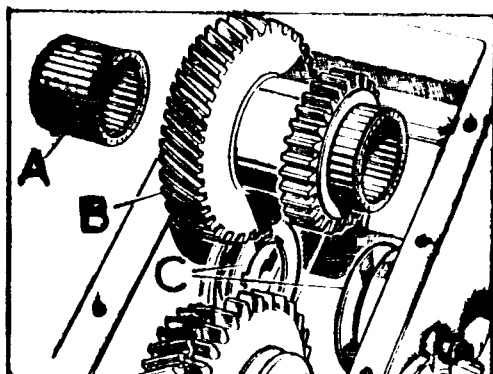
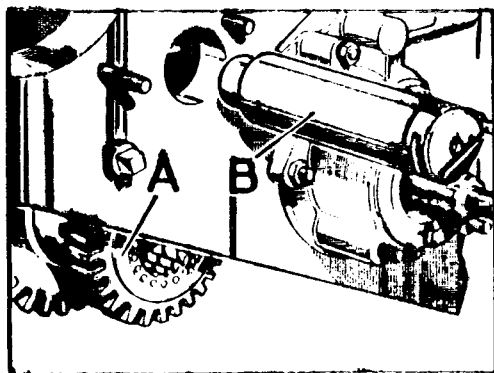

Fig. C-46 Conjunto del piñón intermedio
Fig. C-47 Conjunto del eje intermedio
- 4.8. El juego longitudinal del piñón intermedio, B (Fig. C-46), se establecerá como sigue:
- b) Situar el piñón intermedio, A (Fig. C-47), completo con sus cojinetes de rodillos, A (Fig. C-46) engranando con los piñones, de "Alta" y "Baja".
- c) Introducir el eje intermedio, B (Fig. C-47), en la caja, a través de las arandelas y piñón intermedio, A, golpeándolo ligeramente por su extremo - cuando el opuesto encaje en su alojamiento de la parte delantera de la caja.